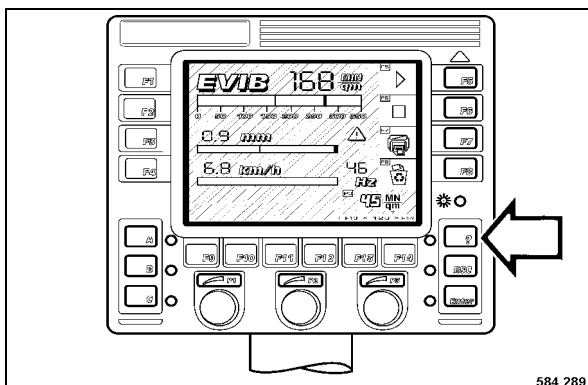

fig. 84
- Confirmer avec la touche " ? " (menu). (fig. 84).